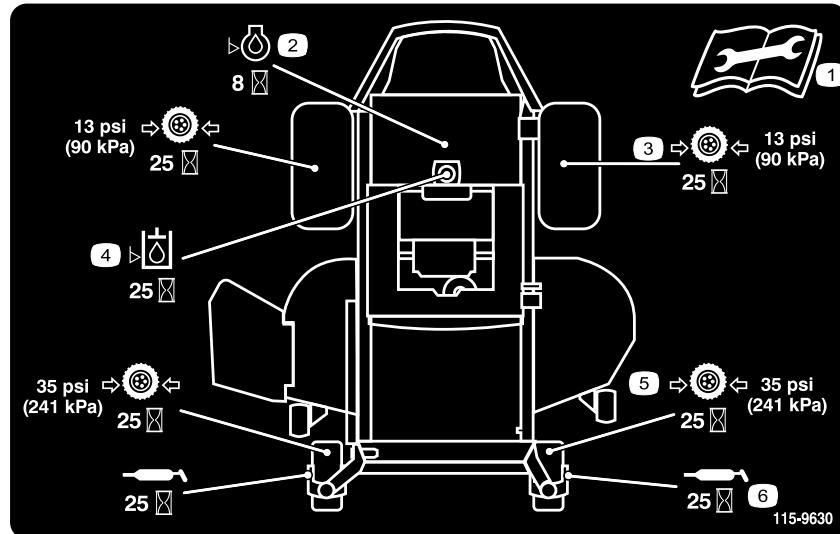

Figura 40
3. Pulite i raccordi d'ingrassaggio (Figura 41 e Figura 40) con un cencio, e togliete eventuali tracce di vernice davanti ai raccordi.
4. Collegate un ingrassatore a pressione a ciascun ingrassatore (Figura 40 e Figura 41). Pompatate del grasso nel raccordo finché non inizia a fuoriuscire dai cuscinetti.